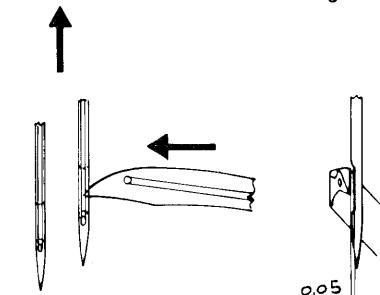

Fig. 14
2. Per ottenere la quota 0,05 (fig. 14) che rappresenta la distanza fra la punta del crochet e l'incavo dell'ago durante la sua corsa da destra a sinistra allentare la vite G (fig. 15) e registrare facendo ruotare l'albero H.
2. To obtain distance 0.05 mm. (fig. 14) which represents the distance between the point of the looper and the needle notch during its stroke from right to left, slacken screw G (fig. 15) and adjust by turning shaft H.